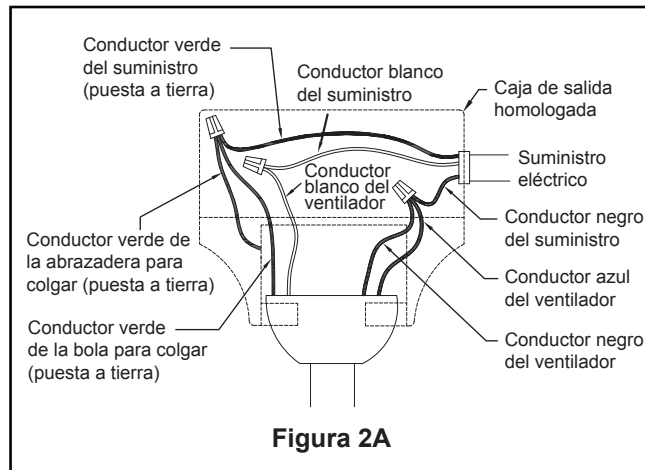

Figura 2A
- ☐ 1. Conecte el conductor verde del ensamble de la varilla y el conductor verde con puesta a tierra de la abrazadera para colgar al conductor de suministro con puesta a tierra (posiblemente un conductor desnudo o un cable con aislante verde). Conecte los conductores con conectores de cables de forma segura. Conecte el conductor blanco del motor del ventilador al conductor blanco (neutro) mediante el conector de forma segura. Conecte de forma segura el conductor negro del motor del ventilador y el conector azul al conductor negro mediante el conector. (Figura 2A)